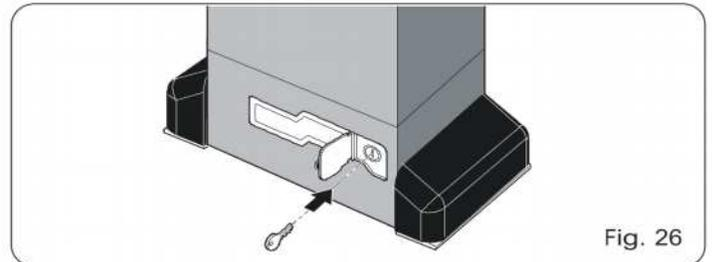

Fig. 26
- 2) Mantenga bloqueado el árbol motor utilizando una llave inglesa y manipule el tornillo de regulación del embrague con una llave Allen o destornillador Fig. 26.
- 1) Abra la portezuela de protección e introduzca la llave suministrada en dotación en la cerradura (Fig. 26).